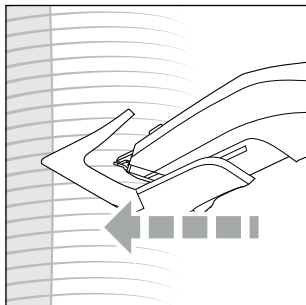

Abb. 7
- 2) Halten Sie das Gerät so, dass der Kammaufsatz **10/11** bzw. der Scherkopf **1** möglichst aufrecht am Kopf aufliegt und die Schneidklinge Richtung Kopfhaut zeigt (siehe Abb. 7). Führen Sie das Gerät gleichmäßig und nur in eine Richtung durch das Haar, um zu vermeiden, dass sich Haare im Scherkopf **1** verhaken.